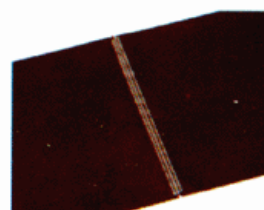

Рис. 7 - ТИП М/Г
- **Механическое соединение** (рис. 7, 8): применяется, когда поставка бесконечных лент невозможна.